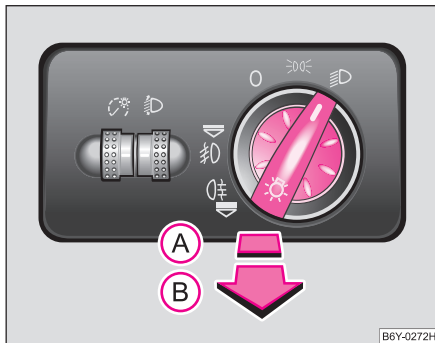

Abb. 32 Schalttafel:
- Drehen Sie den Lichtschalter ⇒ Abb. 32 in Stellung 0.
Bei Fahrzeugen mit **Rechtslenkung*** weicht die Anordnung der Schalter zum Teil von der in ⇒ Abb. 32 gezeigten Anordnung ab. Die Symbole, die die Schalterstellungen markieren, sind jedoch gleich.
- Drehen Sie zunächst den Lichtschalter ⇒ Seite 55, Abb. 32 in die Position ☞☞ oder ☞☞.
- Ziehen Sie den Lichtschalter bis zur **ersten** Raste (A) heraus.
- Ziehen Sie den Lichtschalter bis zur **zweiten** Raste (B) heraus.